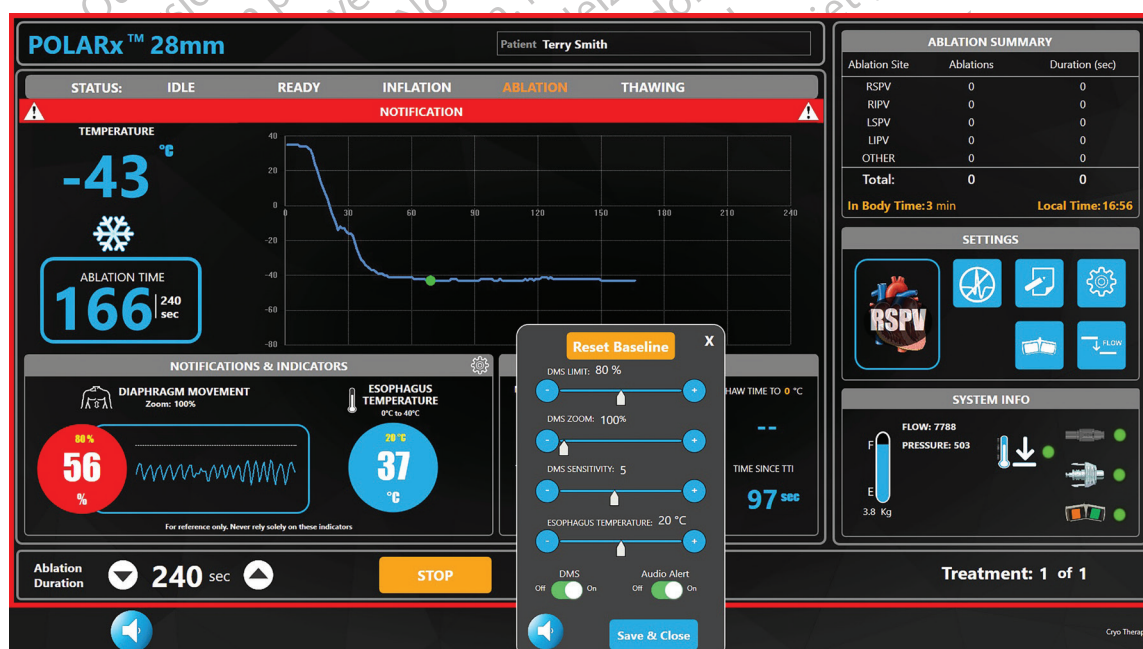

Figure 24. Écran de thérapie – Quick Menu (Menu rapide) CMD et CTO
- Appuyer sur  sur la barre d'en-tête **NOTIFICATIONS & INDICATORS** (Notifications & Indicateurs) pour afficher le menu rapide du CMD et du CTO afin de régler les paramètres (voir Figure 24).